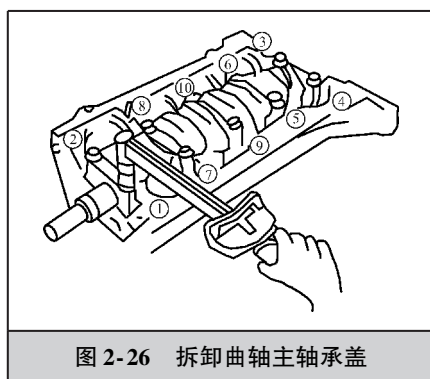

图 2-26 拆卸曲轴轴承盖
1) 按规定顺序松开主轴承盖螺栓，由两边向中间依次均力拆卸，如图 2-26 所示。